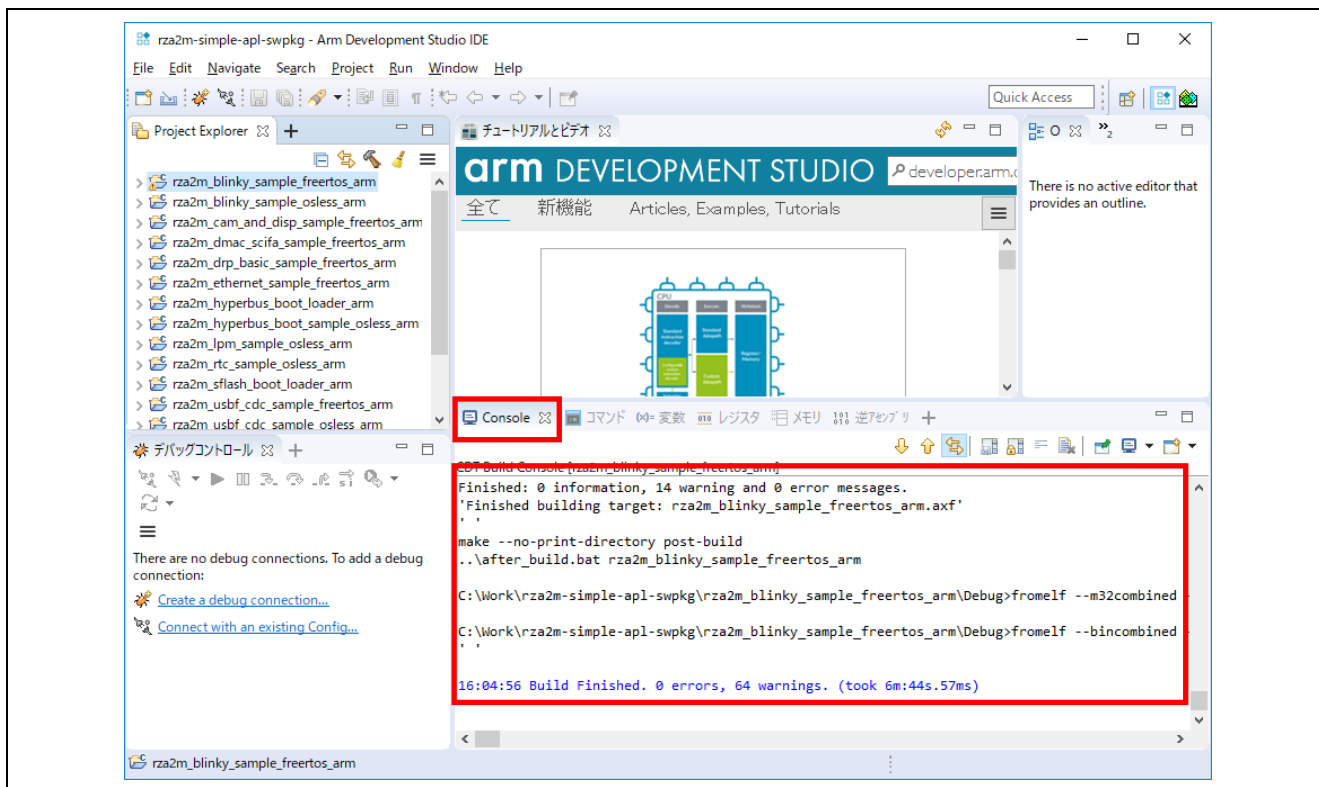

図 3-8 ビルドステータスの確認
- ビルドが開始され Console ウィンドウでそのステータスを確認することができます(図 3-8)。(注:ワークスペースフォルダまでのパスの長さにご注意ください。パスが長すぎるとビルドエラーになる場合があります。)